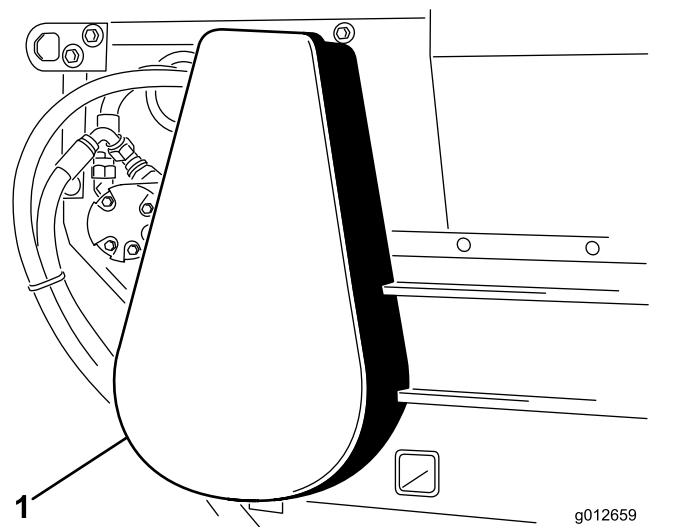

**Рисунок 27**
- Проверьте уплотнения бункера и кромку затвора на наличие износа или истертых краев (**Рисунок 27**).